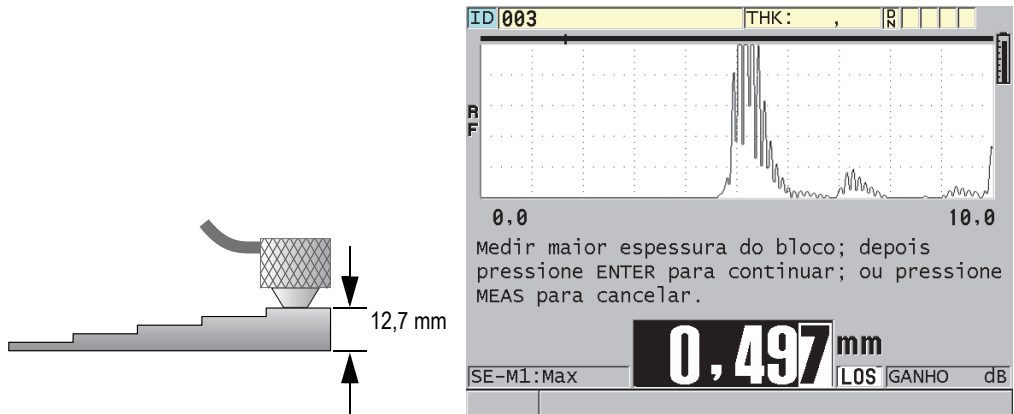

Figura 5-4 Realizar a calibração da velocidade do som em um bloco de teste de cinco degraus
1. Para realizar a calibração da velocidade do som no material (veja Figura 5-4 na página 78):